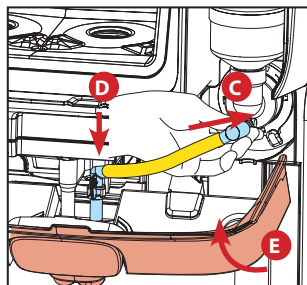

Fig.5
4. Înlocuiți tubul de pe bolul amestecătorului (C) și fixați duza de evacuare pe tava de amestecare. Închideți panoul (E), iar dozatorul va reveni automat la funcțiile normale de dozare. (Vezi Fig.5)